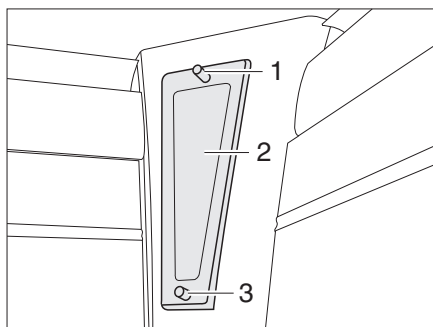

Fig. 181 Eclairage indirect
- Dévisser les vis de fixation (Fig. 181,1) du cache (Fig. 181,2).